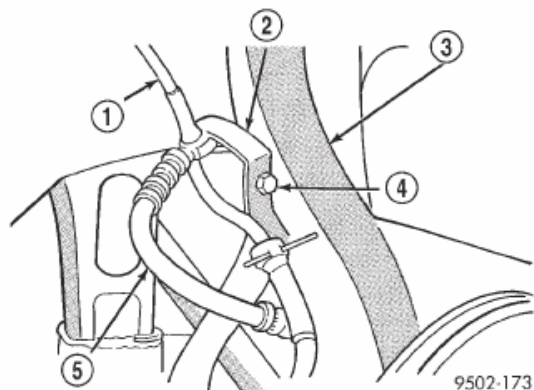

Fig. 18 Abrazadera guía del cable del sensor de velocidad de la rueda
(8) Si el vehículo está equipado con frenos antibloqueo, instale el cable del sensor de velocidad en la articulación de la dirección y apriete con firmeza el perno (Fig. 18).